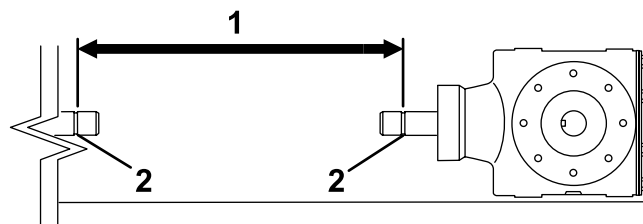
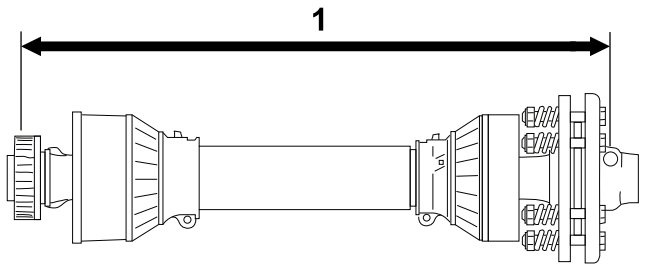

Figura 14
Figura 15
5. Meça a distância entre a folga na ranhura de bloqueio no veio da tomada de força da unidade de tração e a ranhura de bloqueio no veio da transmissão do arejador (Figura 14).
6. Meça a distância entre o centro da esfera do pino de bloqueio na extremidade do veio da tomada de força e o centro do pino de bloqueio na outra extremidade (Figura 15).
7. Utilizando a menor das duas medidas em Figura 14 e Figura 12, subtraia essa distância à distância em Figura 15. Exemplo: 81 cm menos 67 cm é igual a 14 cm.